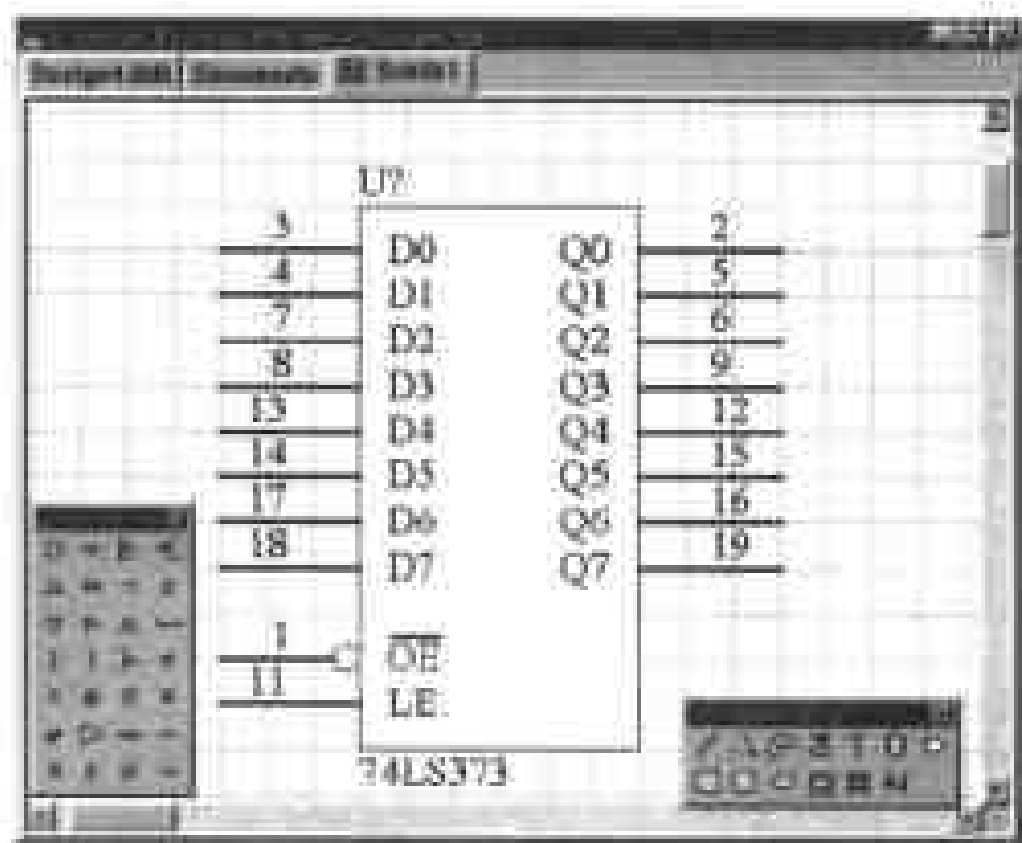

图 5-38 添加文字标注后的效果
(43) 设置好文字标注的属性后, 单击 OK 命令按钮, 返回工作窗口, 得到如图 5-38 所示的效果。